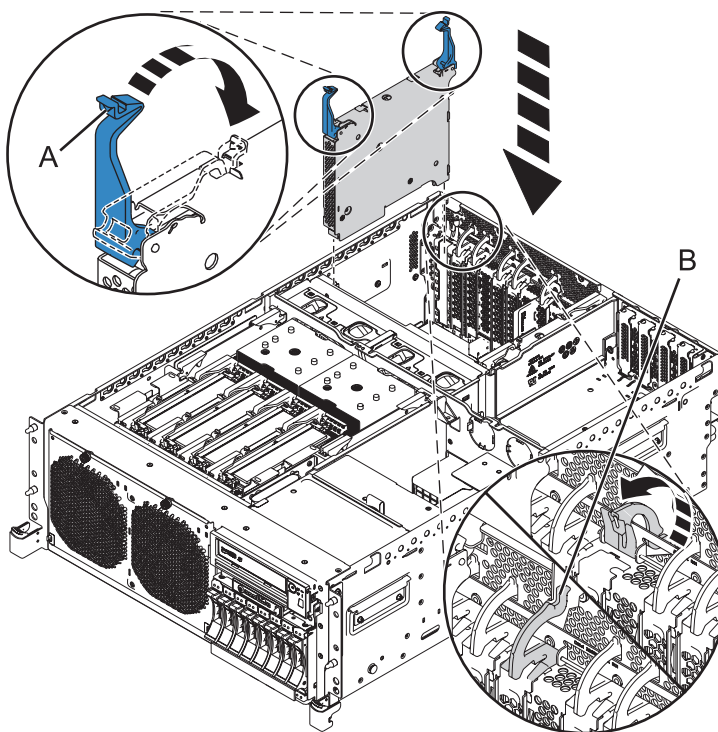

Figure 3. Installation de l'adaptateur GX sur un système 8202-E4B ou 8205-E6B monté en armoire
11. Faites pivoter les taquets (A) en position verrouillée, comme illustré dans la figure 3 et la figure 4, à la page 5.
12. Faites pivoter le taquet (B) en position fermée pour verrouiller l'adaptateur dans son emplacement.